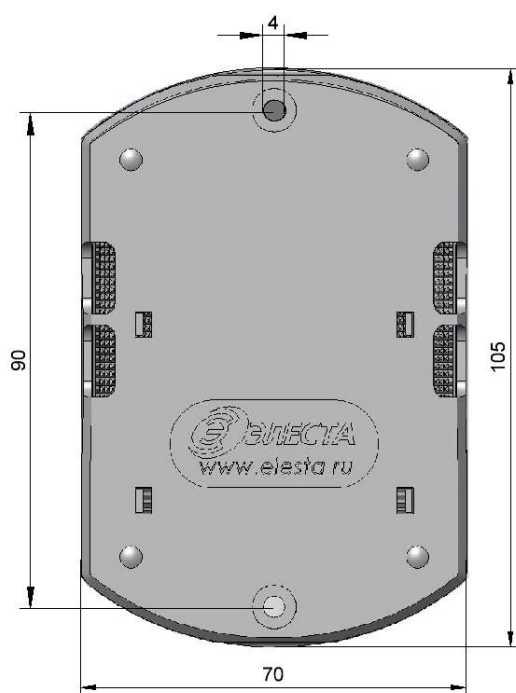

Рисунок 4.1. Габаритные и установочные размеры прибора
Расширитель устанавливается в помещении с ограничением доступа посторонних лиц, в удобном для технического обслуживания месте. Расширитель располагается на высоте, удобной для наблюдения за индикацией. Расширитель крепится двумя шурупами через отверстия в основании корпуса (рисунок 4.1).
- 3 Закрепить расширитель на стене двумя саморезами по установочным размерам (рисунок 4.1), предварительно продев провода для подключения через прямоугольные отверстия в основании корпуса.